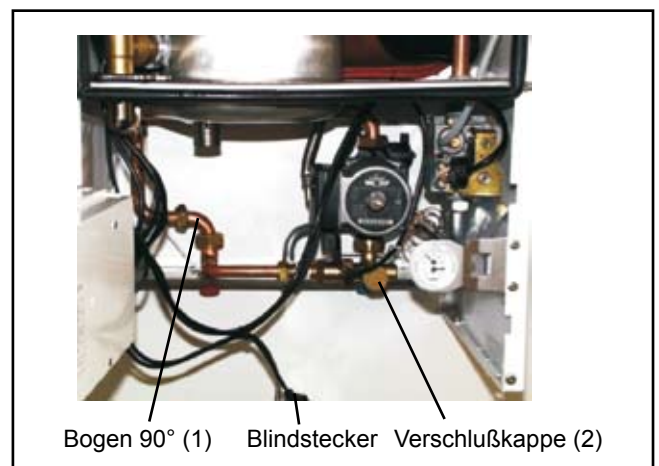

Bild 3: Einbau der Umrüst-Komponenten
- Schrauben Sie unter Verwendung einer neuen Flachdichtung (3) die Verschlußkappe (2) auf dem Verteilerblock vor der Heizkreispumpe (Bild 3).
- Stecken Sie den Blindstecker (5) auf die frei gewordene Anschlußbuchse für das 3-Wege-Umschaltventil (Bild 3).
- Kleben Sie den Umrüstaufkleber (6) unter das Geräte-Typenschild.